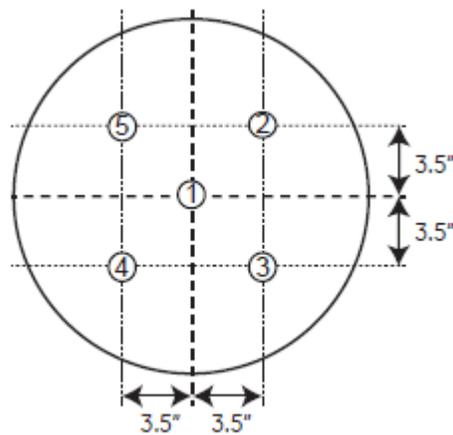

Figure 2-1 Points de mesure de la lumière
5. À l'aide d'un posemètre BiliBlanket Light Meter II étalonné, mesurer la lumière aux cinq points indiqués à la figure 2-1 et calculer leur moyenne. Vérifier que la moyenne s'élève à au moins  $27 \mu\text{W}/\text{cm}^2/\text{nm}$ .